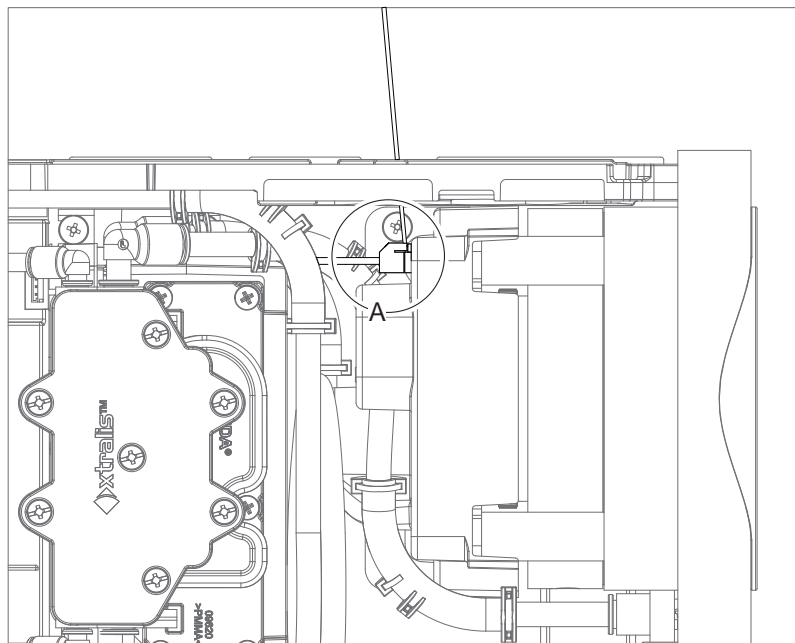

Рис. 7-13: Отсоединение кабеля питания
- Отсоедините кабель питания насоса от разъема PCA поворотного клапана. С помощью отвертки нажмите на рычаг на боковой стороне белого разъема (A), как показано на рисунке (Рис. 7-13).